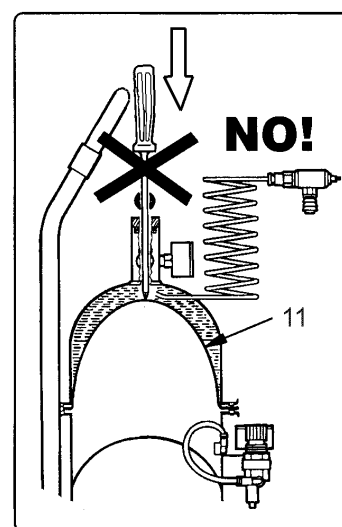

Fig. 3
1. Open the ball valves (2) and (4), lift and turn the regulator knob (3) counter clockwise and finally release all the pressure in the two chambers by pushing the bleed valve on the connector (5A).
2. Unscrew and remove the filler cap (1), fill the chamber with max. 5 liters of brake fluid, close and tight the filler cap well. Close the ball valve (4).
3. Connect the compressed air to the quick connector (2a) and increase the pressure until the pressure gauge (10) indicates a maximum of 9 bar. Close the ball valve (2) and disconnect the compressed air. Lift and turn the regulator knob (3) clockwise until the pressure gauge indicates 1.5 bar.
ATTENTION: Do never try to lower the membrane (11) inside the chamber by pushing it down with a pointed object (fig 3).
1. Abra las válvulas de cierre (2) y (4) y gire el pomo regulador (3) en sentido contrario de las agujas del reloj y finalmente libere toda la presión en las dos cámaras pulsando la válvula de purgado en el conector (5^a).
2. Desenrosque y saque el tapón de llenado (1), llene la cámara con un máximo de 5 litros de líquido de frenos, cierre y apriete el tapón de llenado firmemente. Cierre la válvula de cierre (4).
3. Conecte el aire comprimido al conector rápido (2a) y suba la presión hasta que el manómetro de entrada (10) indique un máximo de 9 bar. Cierre la válvula de cierre (2) y desconecte el aire comprimido. Suba y gire el pomo regulador (3) en sentido de las agujas del reloj hasta que el manómetro (8) indique 1,5 bar.
ATENCIÓN: Nunca intente bajar la membrana (11) dentro de la cámara por medio de un objeto punzante (Fig. 3).